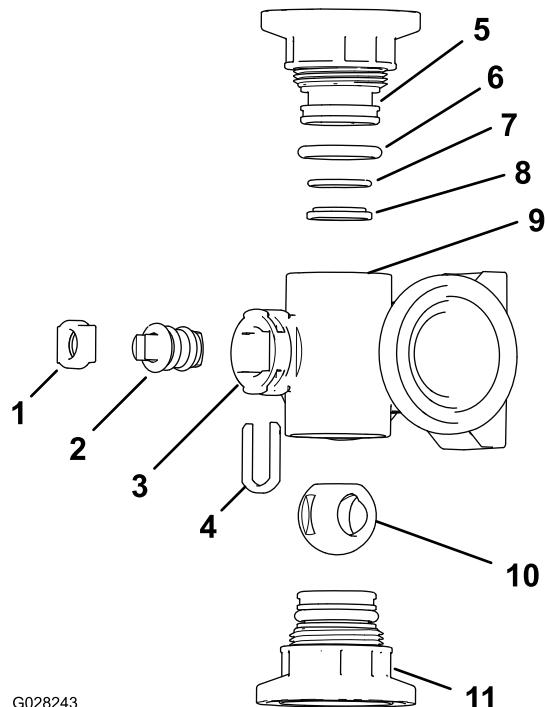

图 129
2. 从岐管体的两端拆下 2 个端盖接头组件 图 129和图 130。
4. 从岐管气门芯口的插槽中取下气门芯卡环 图 129 和 图 130。
5. 从岐管中取下气门芯卡环和气门芯座 图 129 和 图 130。
6. 将手伸入岐管体并取出阀杆组件 图 129 和 图 130。
1. 检查出口接头 O 形圈仅限喷洒臂段阀岐管、端盖 O 形圈、反向固定 O 形圈和球阀座是否损坏或磨损 图 129 和 图 130。
2. 向气门芯涂抹硅脂然后将其插入气门芯座 图 129 和 图 130。
3. 将阀杆插入岐管并放好然后使用阀杆卡环固定阀杆和阀杆座 图 129 和 图 130。
4. 确保反向固定 O 形圈和球阀座对齐并在端盖接头中放好 图 129 和 图 130。
5. 将端盖接头总成安装到岐管体上直至端盖接头凸缘接触到岐管体 图 129 和 图 130 然后再将端盖接头旋转 $\frac{1}{8}\frac{1}{4}$ 圈。